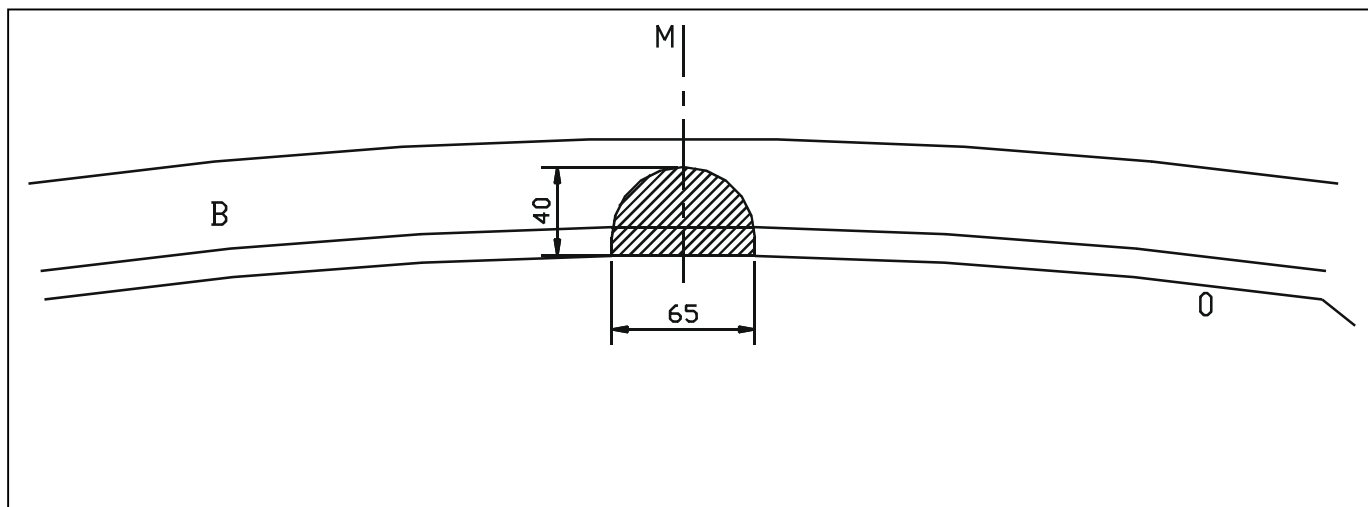

Fig.1
2. Schuif de trekhaak met de draagarmen in de vrijgekomen chassisopeningen, de punten (A) komen te passen met de voorziene boringen aan de buitenzijde van de chassis, breng bouten en rondsels in span degelijk vast (zie aanhaalmomenten).
3. Maak in de onderzijde van de bumper een insnijding volgens bijgevoegde tekening (zie fig.1), monteer de bumper terug op het voertuig.
2. Glisser l'attelage avec les bras-porteurs dans les ouvertures du châssis qui viennent d'être dégagés, les points (A) s'accordent avec les forages prévus au côté extérieur du châssis. Insérer les boulons et les pignons et bien serrer le tout (cfr. tension).
3. Faire une découpe du côté inférieur du pare-chocs selon dessin 1 (fig. 1), remonter le pare-chocs sur le véhicule.
2. Shove the towbar with the supporting arms in the liberated holes of the chassis beam. Points (A) fit the liberated holes on the outside of the chassis, insert the bolts and washers and tighten everything firmly (see tension).
3. Make an incision in the underside of the bumper according to figure 1, reassemble the bumper on the vehicle.